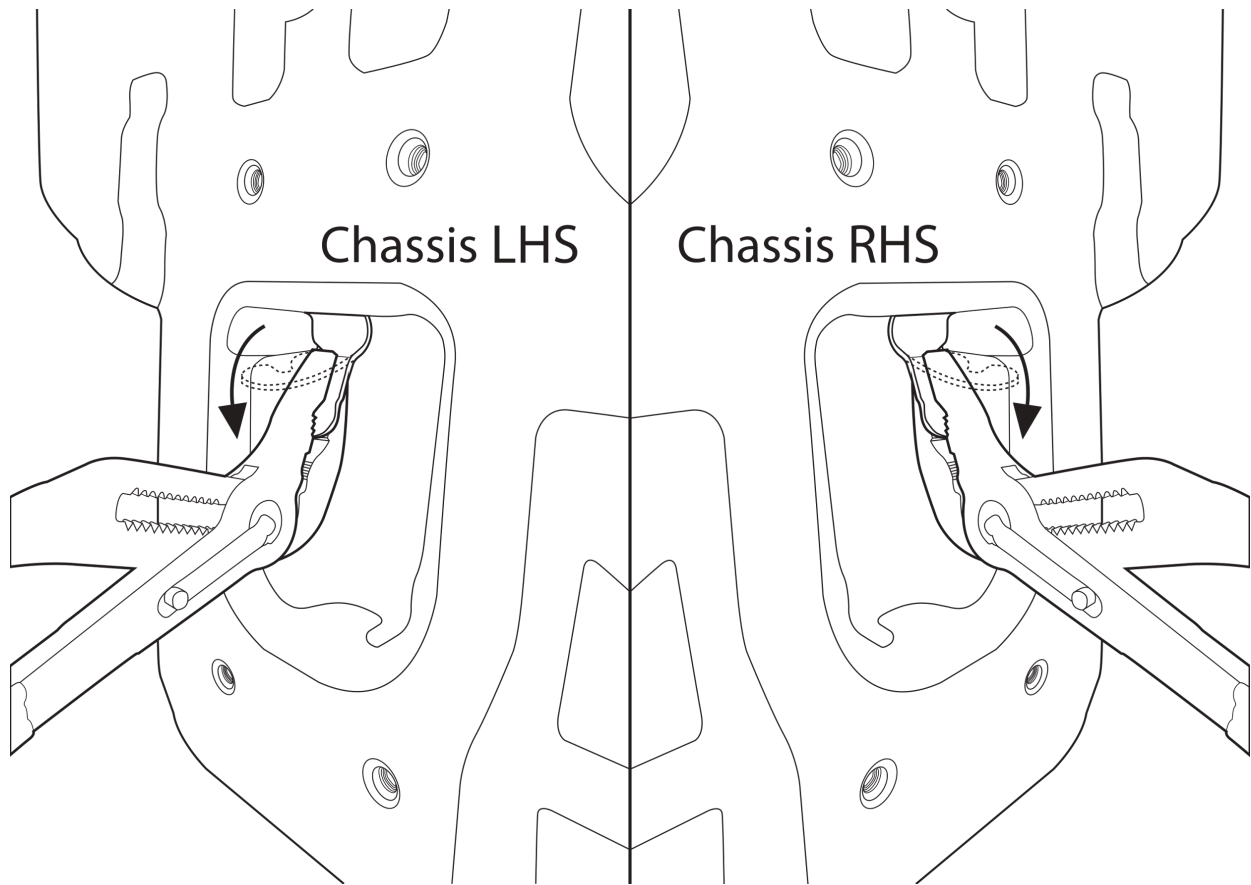

Fig. 5
2. Отогнуть обозначенные части, как указано на рис. 5.